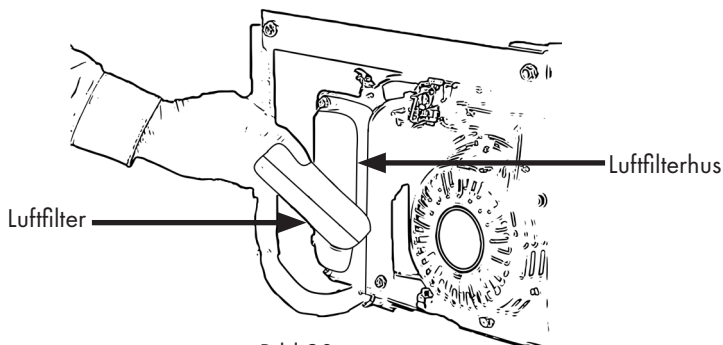

Bild 20
- Ta bort luftfiltret från luftfilterhuset, Fig. 20.